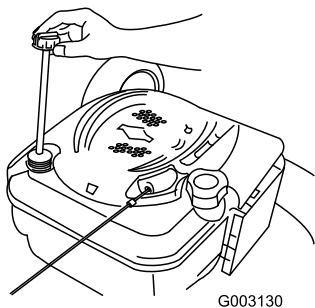

Рисунок 35
2. Извлеките масломерный щуп (Рисунок 35).